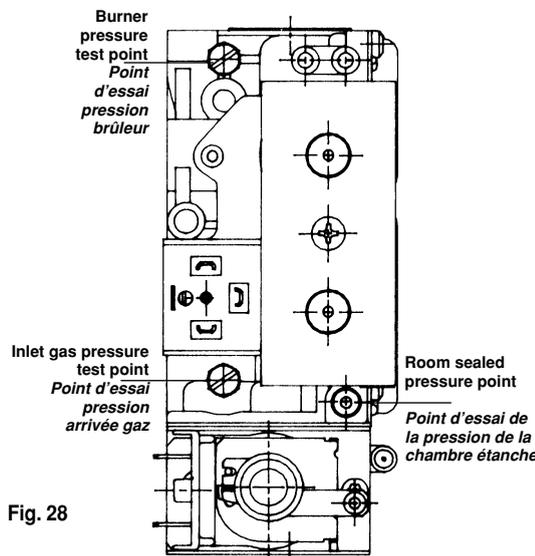

Fig. 28
- 2 Loosen the gas inlet pressure test point screw on the gas valve (see Fig. 28). Ensure the gas supply is on and open the boiler service cock to purge.
2. Desserrez la vis du point d'essai de pression de la prise de gaz sur la vanne à gaz (voir Fig. 28). Assurez-vous que l'alimentation du gaz est active et ouvrez le robinet d'alimentation du gaz de la chaudière pour le vidanger.
Connect the positive pressure test point of a differential (possibly water-operated) manometer to the burner pressure test point (Fig. 28). Connect the manometer negative pressure test point to a "T" fitting in order to join the boiler adjusting outlet to the room sealed pressure point of the valve (Fig. 28) and to the manometer itself. (The same measurement can be carried out by connecting the manometer to the burner pressure test point (Fig. 28) after removing the sealed chamber front panel).
- check that boiler feeding dynamic pressure, as measured at the inlet gas pressure test point (Fig. 28), is correct (7 in w.c. / 0.0174 bar).
Connectez la prise de pression positive d'un manomètre différentiel, à eau s'il est possible, à la prise de pression (Fig. 28) du brûleur. Connectez la prise de pression négative du même manomètre à un raccord à "T" qui permet de connecter la prise de compensation de la chaudière, le point d'essai de la pression de la chambre (Fig. 28) et le manomètre. (L'on peut effectuer une vérification valable aussi en connectant le manomètre à la prise de pression du brûleur (Fig. 28) après avoir enlevé le panneau frontal de la chambre étanche).
- vérifiez que la pression dynamique d'alimentation de la chaudière étanche, mesurée au point d'essai pression arrivée gaz (Fig. 28), est correcte (7 en colonne d'eau / 0.0174 bar).